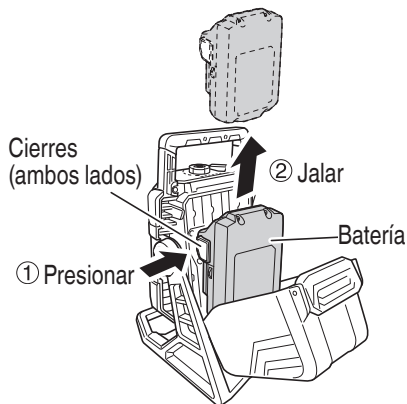

Fig. 6
- Forma de extraer la batería. Abra la cubierta de la batería y, mientras presiona los 2 cierres (uno en cada lado), deslicela y jale de ella. Cierre la cubierta de la batería y asegúrela con el bloqueo (Fig. 6).